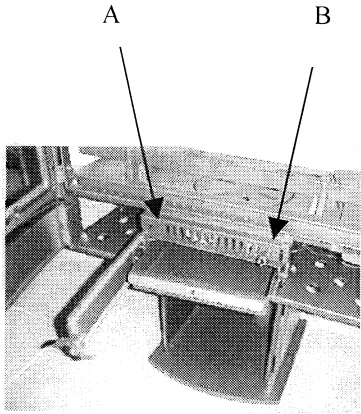

Fig 5
Le poêle amène son air d'une façon automatique. Il faut toujours commencer sur position 9. La reste se règle après automatiquement.(fig 5-B)
- **Le tiroir a cendres (fig 5)**
- **Grille horizontale (fig 5-A)**
if you start heating the regulator should be in position 9. Further air-supply will control itself. (fig 5 point B)
- **The ash box (fig 5)**
- **Riddle grate (fig 5)**